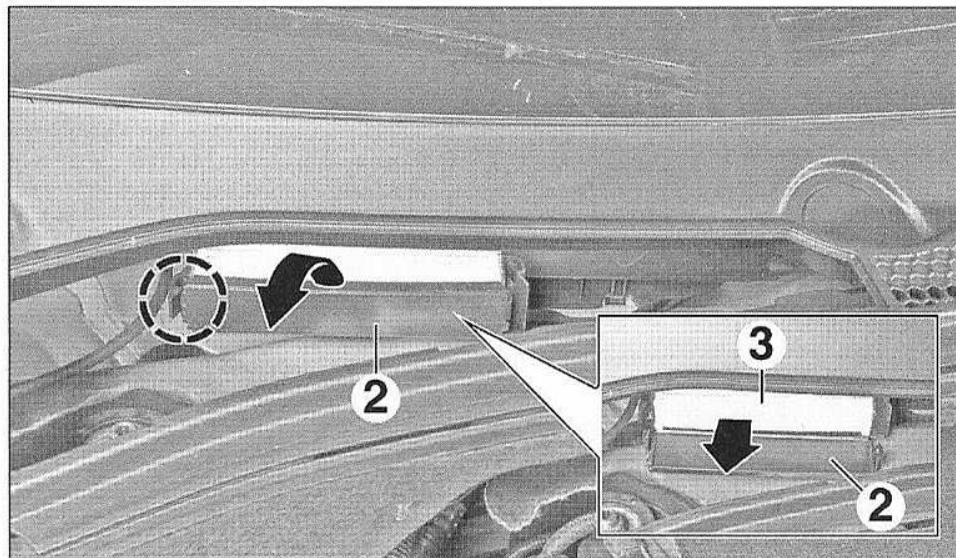

FIG.2
- Par l'ouverture de la trappe d'accès (1), dégrafer le couvercle (2) puis le rabattre (Fig.2).
- Extraire le premier filtre (3) en le tirant vers soi.